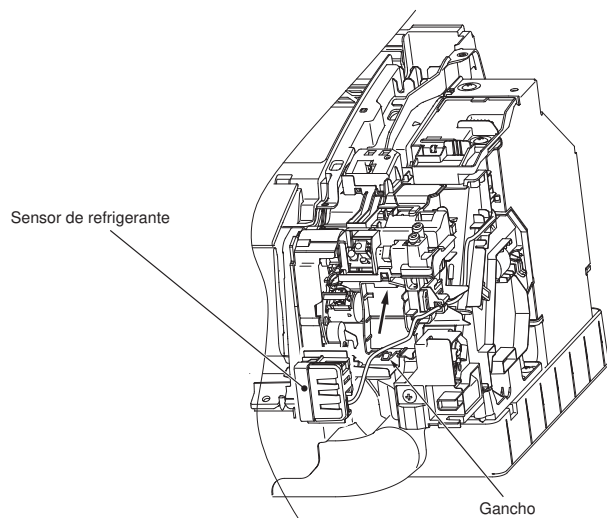

Fig. 2
Procedimiento de instalación (Fig. 2)
- 2) Inserte el sensor de refrigerante en la dirección de la flecha y fíjelo con el gancho. (Fig. 2)